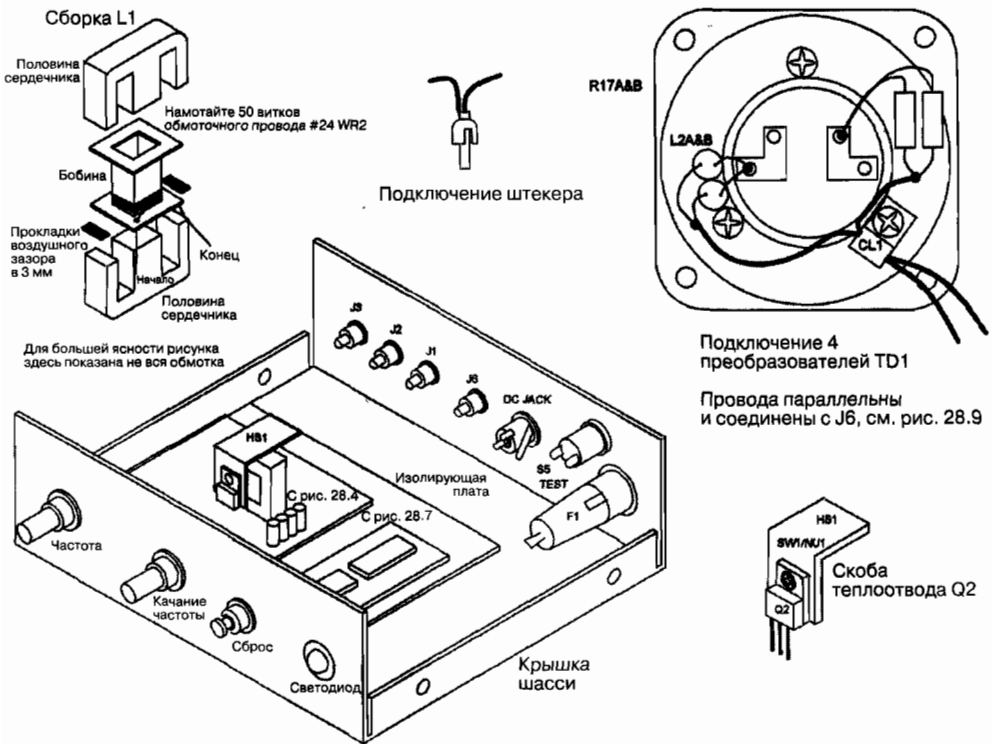

Рис. 28.8. Окончательная сборка устройства
2. Соберите катушку L1, как показано ниже на рис. 28.8. Просверлите небольшое отверстие в бобине для начала обмотки и намотайте 50 витков обмоточного эмалированного провода #24 плотно и равномерно по длине бобины. Прикрепите обмотку с помощью ленты и оставьте по 5 см «начального» и «конечного» выводов. Соберите все детали, как показано, вставив половины сердечника в бобину, и поместите прокладки воздушного зазора между ними.
3. Изготовьте теплоотвод HS1 в виде скобы для транзистора Q2 из алюминиевой полосы 1,9×5,08×0,16 см. Согните скобу посередине под углом 90° и просверлите отверстие для винта и гайки SW1/NU1 (см. рис. 28.8).
7. Подключите L2, L3, R17A и R17B к задней части преобразователей TD1-4 (см. рис. 28.8). Фиксация двух проводов к динамику выполняется с помощью небольшого зажима.
1. Изготовьте шасси из алюминиевой пластины размерами 15,24×17,78×0,16 см (см. рис. 28.8). Загните секции по краям по 3,81 см для формирования передней и задней панелей. Затем согните фланцы 1,27 см для установки крышки и крепления с помощью четырех винтов SW2. Расположение большинства отверстий для монтажа устройства неважно и их можно определять на глаз. Отверстия для R2 и R9 должны быть выверены для соответствия контактными площадкам на печатной плате PCB.